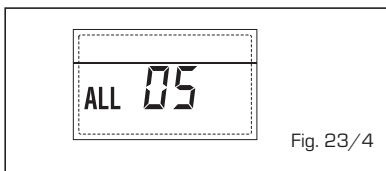

Fig. 23/4
- **BLOQUEO LLAMA "ALL 06"** (fig. 23/5)